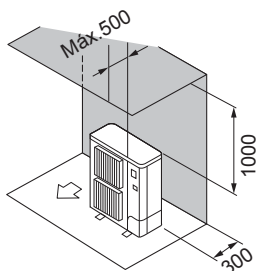

Fig. 2-4
- ② Obstáculos apenas na parte de trás e por cima (Fig. 2-4)